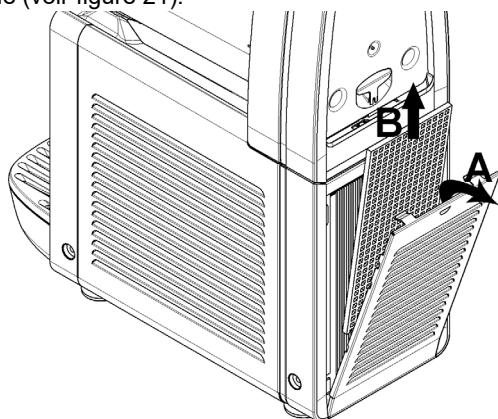

figure 21
**3 Tous les mois :** ôter la poussière qui s'est accumulée sur le filtre du condensateur situé sur le panneau arrière de la machine (voir figure 21).